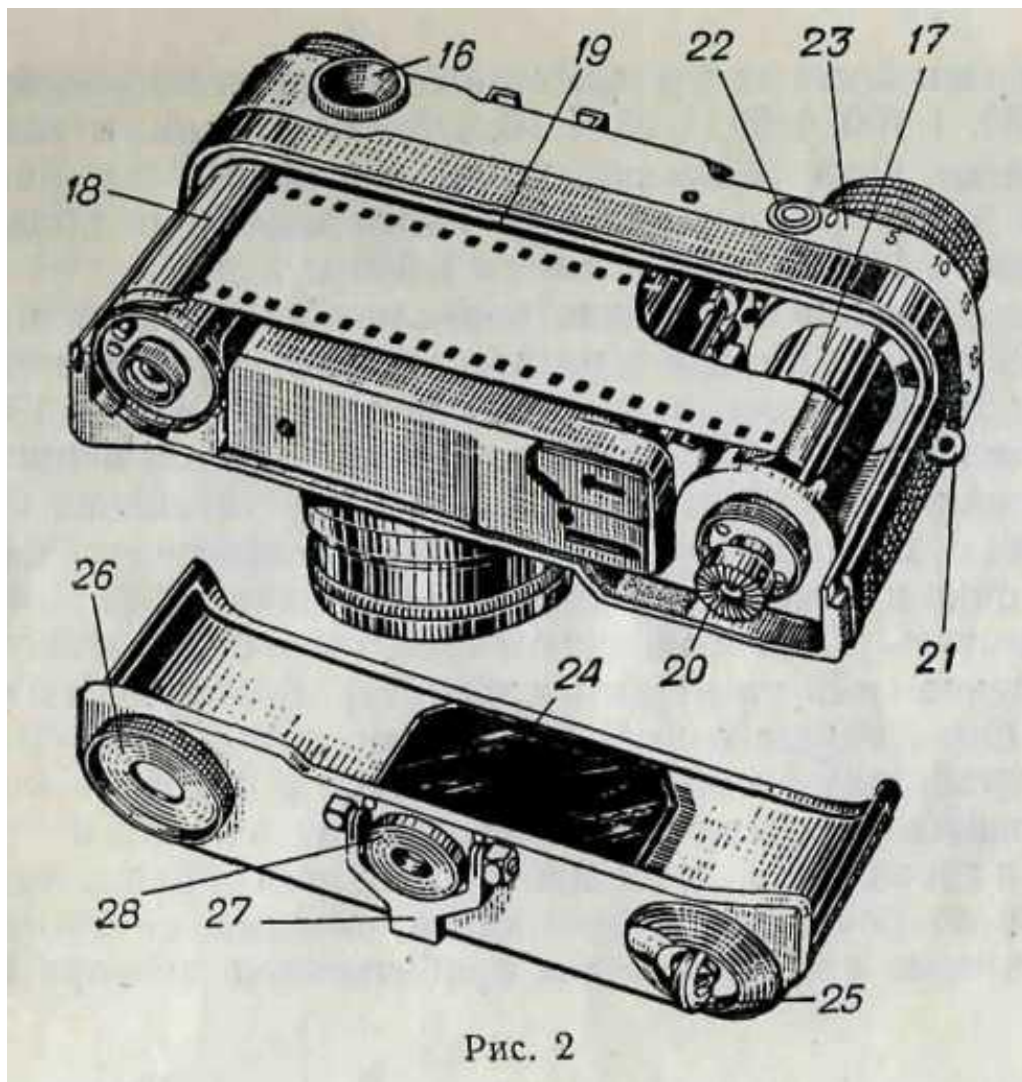

Рис. 2
На корпусе *1* (рис. 1) расположены: объектив *2*, видоискатель-дальномер *3*, заводная головка *4*, головка *5* установки выдержек со шкалой, столбик *6* индекса выдержек, спусковая кнопка *7* с резьбой для крепления тросика, рычаг *8* установки на моментальные выдержки «М» или на выдержки «В» и «Д», счетчик кадров *9*, рычаг *10* завода механизма автоспуска, головка *11* обратной перемотки пленки, шкала *12* отметки чувствительности заряженной пленки, гнездо *13* для крепления лампы-вспышки, ниппель *14* для включения шттырька лампы-вспышки, кольцо *15* регулировки синхронизатора, окуляр *16* (рис. 2) видоискателя-дальномера, барабан *17* для крепления и намотки пленки, кассета *18*, кадровое окно *19*, винт *20* для включения барабана, антабки *21* для крепления нашейного ремня, кнопка *22* для установки счетчика кадров на «О» и шкала синхронизатора *23*. На задней крышке укреплены: стеклянная прижимная планка *24*, поворотный замок *25*, винтовой замок *26*, откидной упор *27* для установки фотоаппарата на плоской опоре и штативная гайка *28*. На тубусе объектива имеются кольцо *29* (рис. 1) со шкалой установки диафрагм, кольцо *30* со шкалой установки дистанции и шкала глубин резкости *31*.
6. Подрезать пленку, как показано на рис. 2, загнуть конец длиной примерно 0,5 см и провести ногтем по сгибу.
4. Соединить конец пленки, выступающий из кассеты, с барабаном, заправив пленку под пружину, как показано на рис. 2.